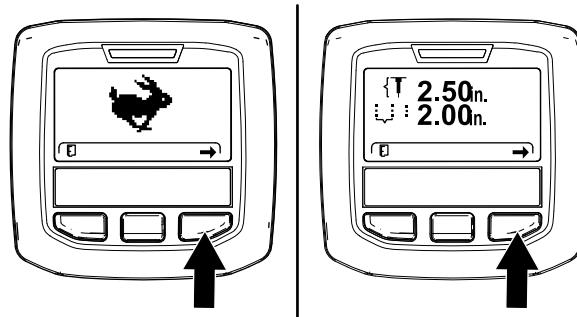
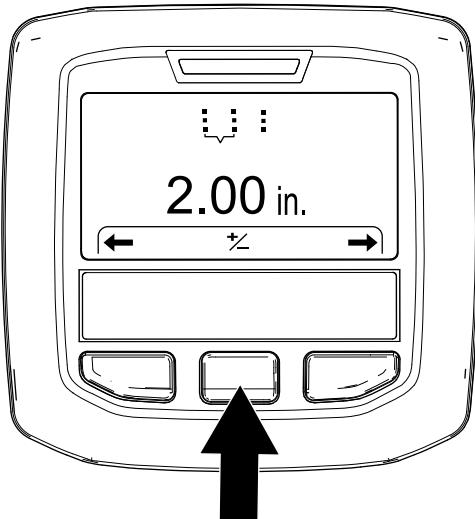

Рисунок 54
Рисунок 55
- Нажмайте правую кнопку инфо-центра, пока не отобразится экран Setting the Hole Spacing (Установка расстояния между проколами) (Рисунок 54 и Рисунок 55).